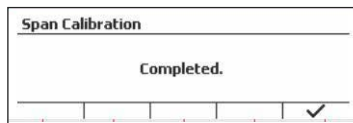

Figure 12
- Le message « Completed » (Terminé) s'affiche alors à l'écran. (Voir Figure 12)